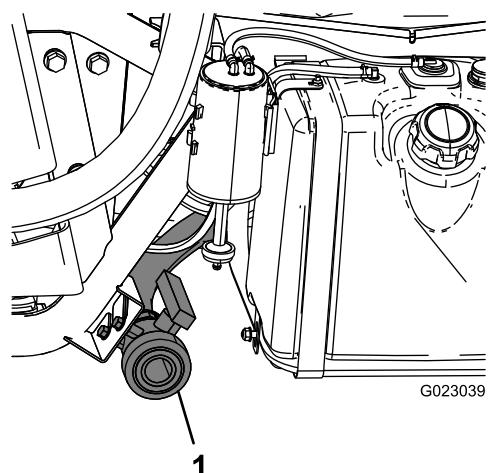

Figure 15
2. Trouvez l'emplacement du robinet de vidange de la cuve du côté gauche de la machine (Figure 15).
conformité avec la réglementation locale et les instructions du fabricant du produit (Figure 15).
5. Lorsque la cuve est complètement vide, fermez le robinet de vidange et reposez-le sur le support (Figure 15).